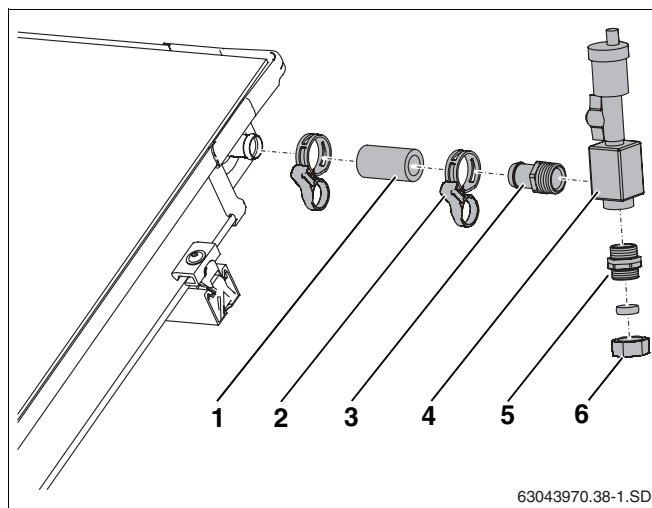

Fig. 60 Conexión del purgador por encima del tejado
- ▶ Coloque el tubo solar corto (55 mm, fig. 60, **pos. 1**) en la conexión de impulsión del campo de colectores y fíjelo con una abrazadera.
- ▶ Enrosque fijamente la boquilla portatubo R3/4 con junta tórica (fig. 60, **pos. 3**) en el acumulador de aire (fig. 60, **pos. 4**).
- ▶ Introduzca la boquilla portatubo (fig. 60, **pos. 3**) hasta el tope en el tubo solar y fíjela con abrazaderas (fig. 60, **pos. 2**).
- ▶ Enrosque la boquilla doble con junta tórica en el acumulador de aire (fig. 60, **pos. 5**).
- ▶ Conecte el tubo colector a la rosca de conexión (18 mm) (fig. 60, **pos. 6**).